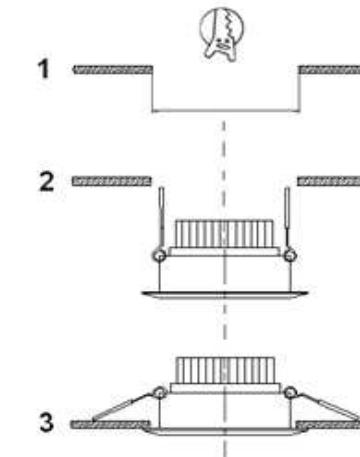

РИС. 1. Монтаж светильника
5.1. Монтаж светильника (см. РИС.1).
- б) Проверьте фактический врезной размер светильника и подготовьте проем (вырез) в монтажной поверхности под установку светильника- 1 (Рис.1);
- г) Вставьте фиксирующие клипсы в пазы на боковых сторонах светильника, поднимите их вверх и установите светильник в подготовленный монтажный проем – 2 (Рис.1). Не допускайте пережатия питающих проводов. Не допускайте удерживания светильника на весу за счет питающего кабеля;
- е) Убедитесь, что светильник надежно удерживается в проеме – 3 (Рис.1);